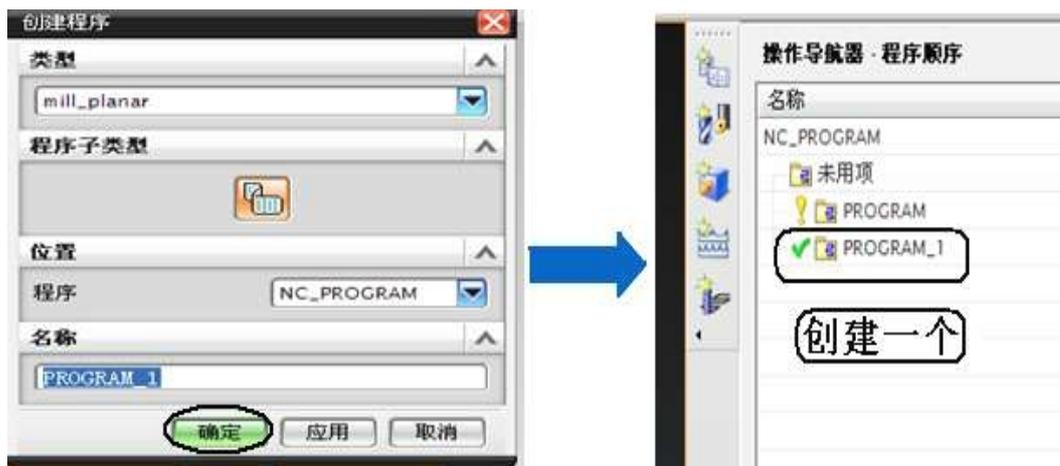

图2-3
(1) 点击创建程序图标  创建：Program1：点击  或按下中键直至对话框消失。点击查看程序图标 ，观察操作导航器中已生成了一个 Program1 的节点。如下图 2-3 所示。
譬如：①单击创建程序工具图标，弹出创建程序对话框如（第2节中的图2-3）：按图设置创建了一个 PROGRAM\_1(名称可以随意)的程序节点，在操作导航器程序视图中可以观察到。同理我们可以依次创建 PROGRAM\_2、PROGRAM\_3、PROGRAM\_4……等等的程序节点。